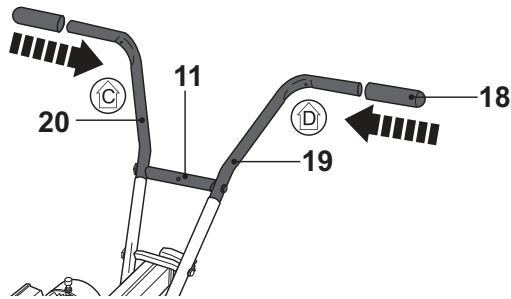

Fig. 2c
- Enfilez les capuchons d'extrémité [18] sur les pieds C [20] et D [19] (Fig. 2c).